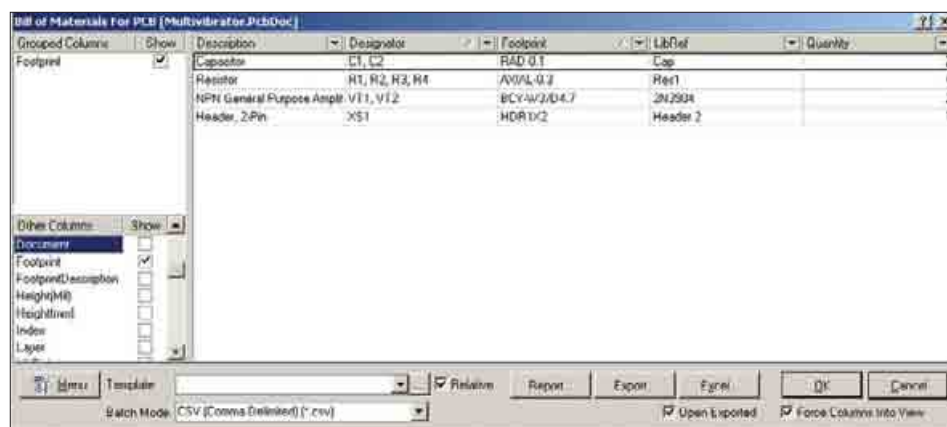

Рис. 9. Настройка группировки данных по значениям
- Щелкнем левой кнопкой мыши на атрибуте, например, Footprint в списке Other Columns и, удерживая ее нажатой, перетащим его в список Grouped Columns. Вид таблицы в правой части изменится (рис. 9). Все компоненты окажутся сгруппированными по имени топологического посадочного места, а в столбце Designator будут показаны списки позиционных обозначений компонентов с одинаковым значением атрибута Footprint.